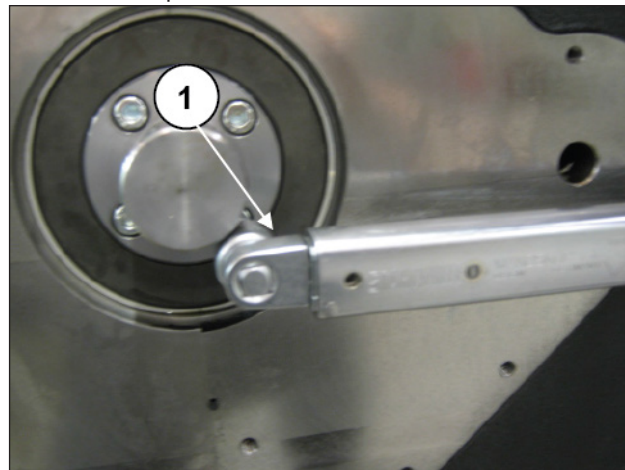

Fig. 123
Introducir en su alojamiento la lengüeta del codo de control de la bomba de aceite (pos. ①, Fig. 123).